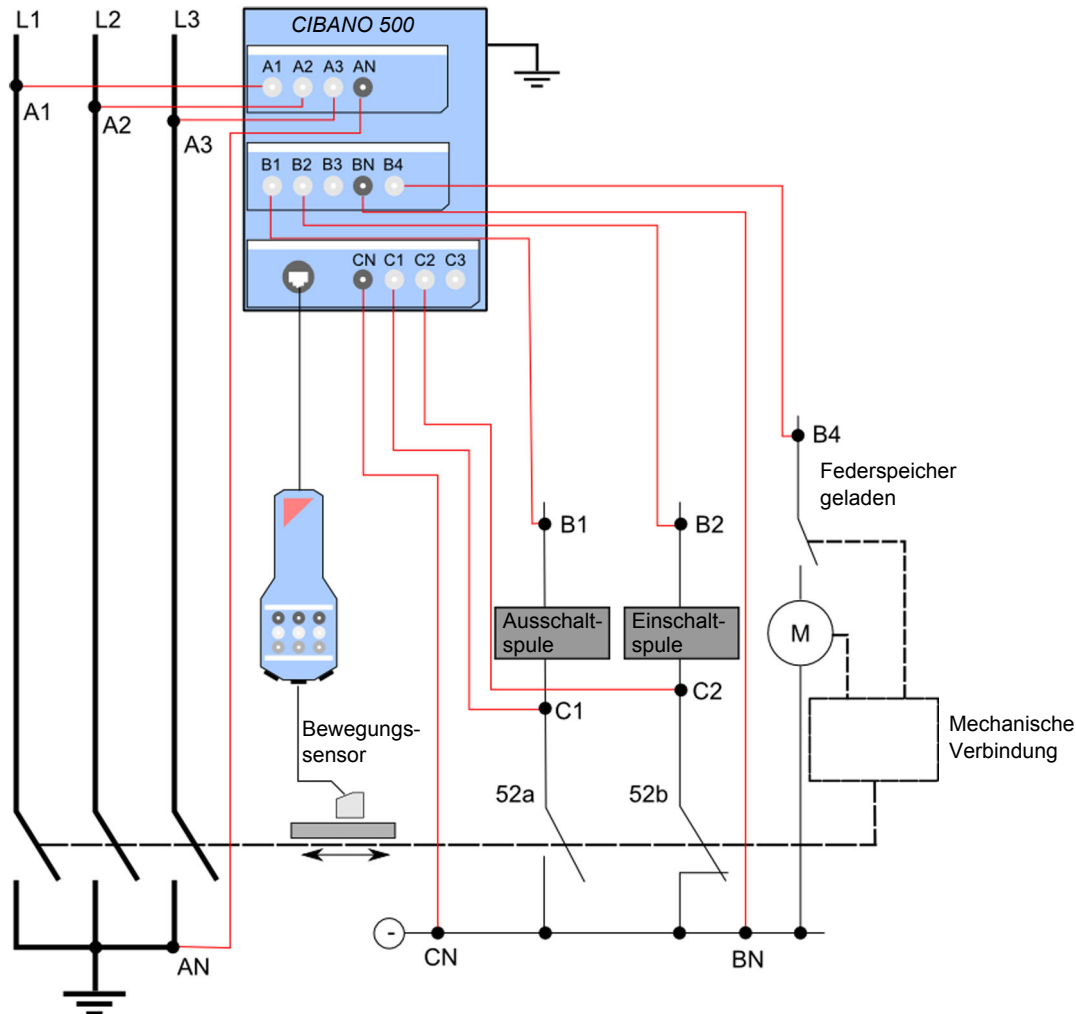

Abbildung 17-9: Anschluss des CIBANO 500 am Leistungsschalter für die Prüfung des Zeitverhaltens
- ▶ Schließen Sie das CIBANO 500 wie in Abbildung 17-9: "Anschluss des CIBANO 500 am Leistungsschalter für die Prüfung des Zeitverhaltens" gezeigt an den Leistungsschalter an.